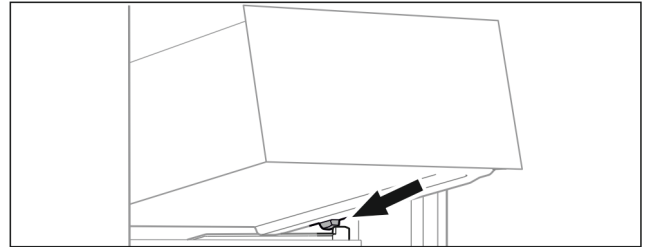

Fig. 67
- ▶ Applicare il cassetto inclinandolo dietro i fermi sulla nervatura del contenitore. (vedere Fig. 67)